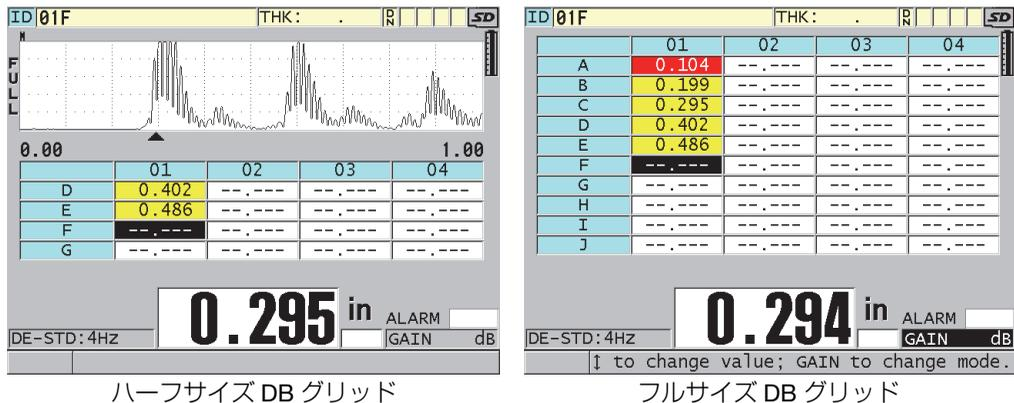

図 10-10 ハーフサイズおよびフルサイズ DB グリッドの例
5. グリッドサイズを以下の希望のデータベースグリッドサイズオプションの1つに設定します（160 ページの図 10-10 参照）。